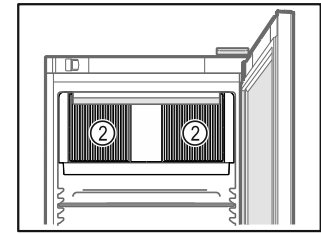

Fig. 61
- Oslobodite ventilacijske proreze Fig. 61 (2) za ventilator optoćnog zraka u unutrašnjosti.